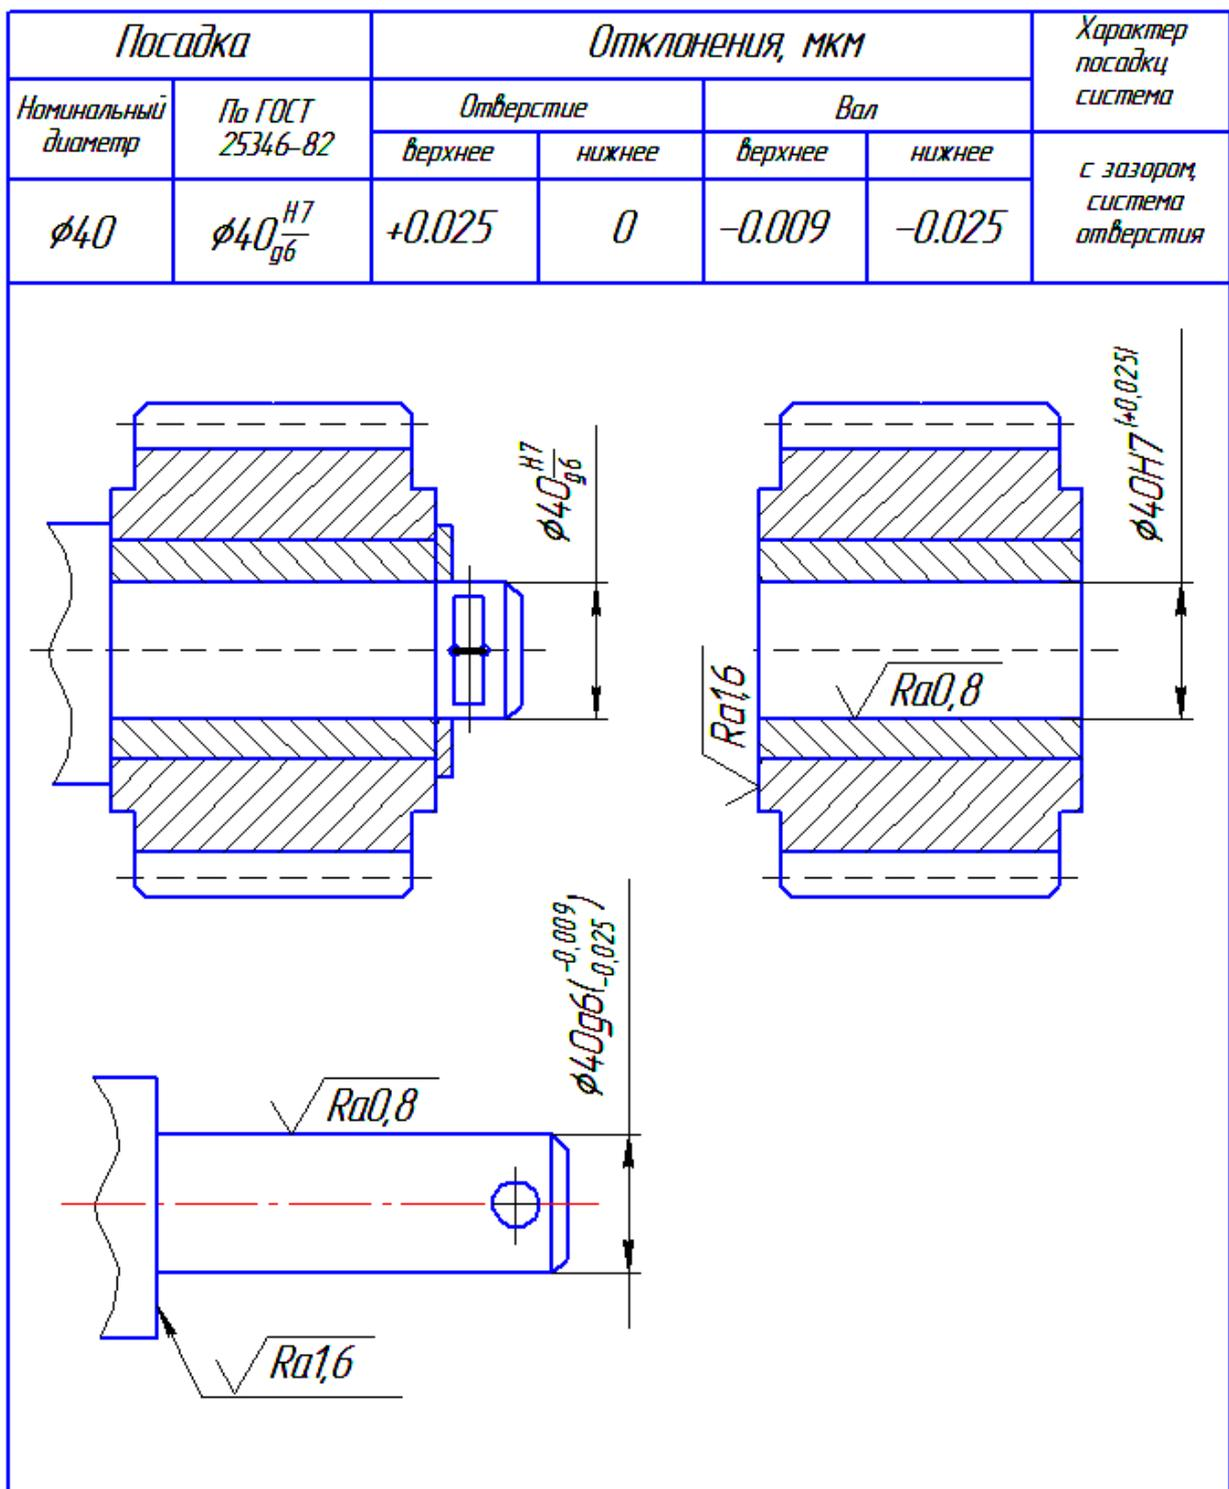

Рис.2. Шаблон чертежа посадки с зазором
9. Заполненный шаблон чертежа представлен на рис.2.